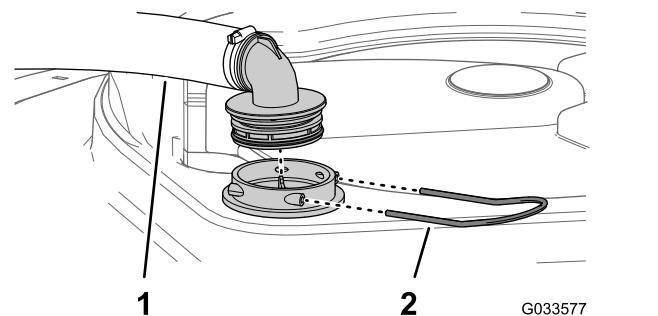

Bild 144
2. Nehmen Sie oben am Sprühbehälter den Halter ab, mit dem das Schlauchanschlussstück befestigt ist, das am dicken Schlauch und dem Filtergehäuse angeschlossen ist (Bild 144).
3. Nehmen Sie den Schlauch und das Schlauchanschlussstück vom Filtergehäuse ab (Bild 144).